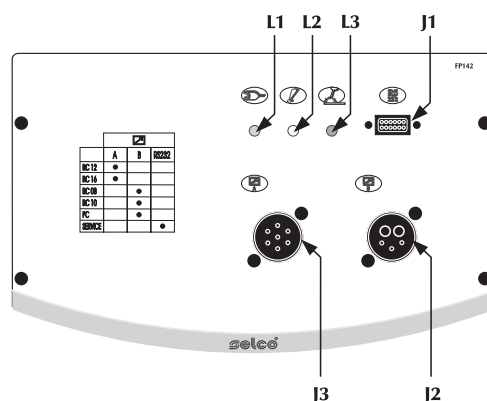

Fig.1
2.1.1 Cuadro de mandos frontal FP142 (Fig. 1)